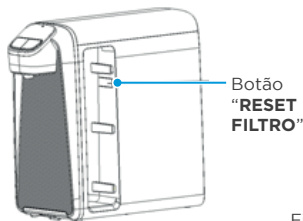

Fig. 5
7. Mantenha o botão de **"RESET FILTRO"** pressionado por alguns segundos, até que o LED **"TROCAR FILTRO"** no painel de controle pisque e apague, assim reiniciando a contagem de tempo e consumo do filtro (Fig. 5).